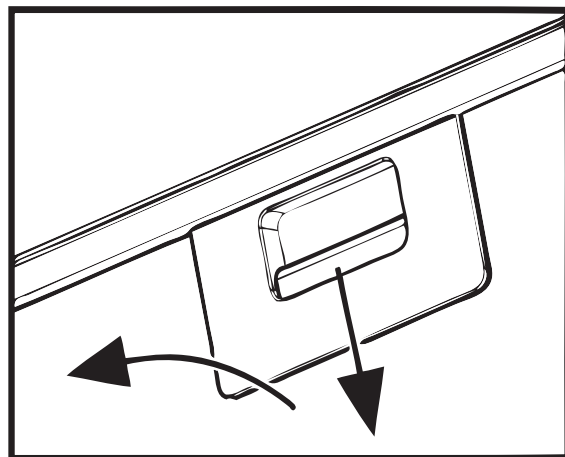

Рис.6
8.7 Для зняття алюмінієвого фільтра (**рис.6**) слід натиснути на пружинну засувку і, потягнувши на себе і вниз, зняти фільтр з панелі. Установку фільтра виконати в зворотному порядку.